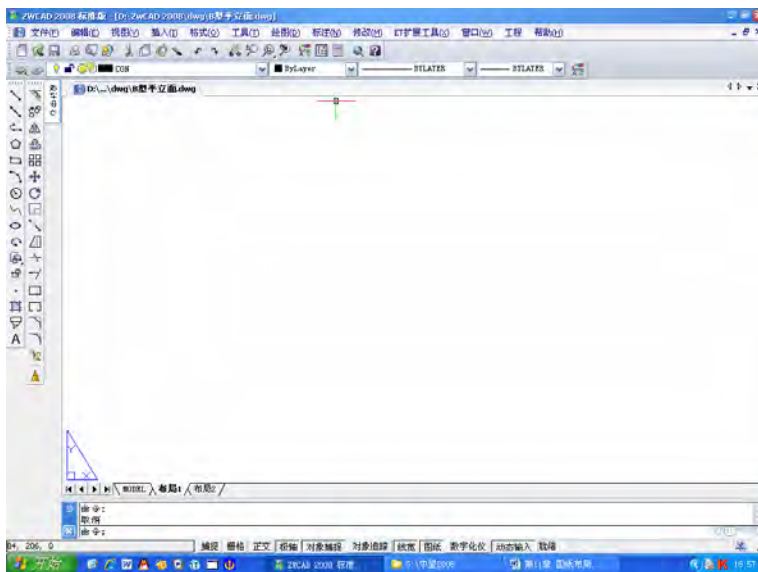

图 11-7 进入图纸空间
在命令行执行 `Pmspace` 弹出如图 11-7 所示的“工作空间”对话框，选择其中的“图纸空间 (P)”单选项；也可以将系统参数“`Tilemode`”的值设为“OFF”或“ON”。
此时模型空间中的图形消失，绘图区中出现图纸空间标志，表明已进入图纸空间，如图 11-7 所示。其实最方便的是直接点击“布局 1”即可进入图纸空间。